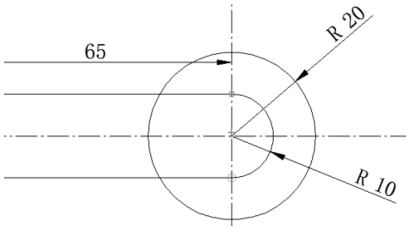

图 6-107 标注尺寸
(3) 单击【绘制草图】选项卡【尺寸】区域下的【智能尺寸】按钮，标注刚才放置圆的尺寸，并单击上方菜单栏的【半径】选项，放置在合适位置，如图 6-107 所示。